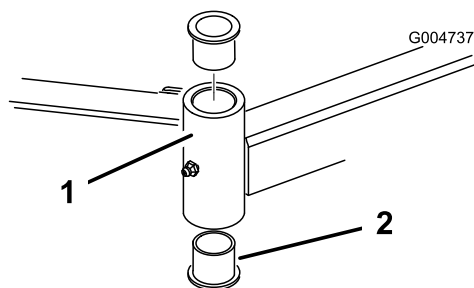

Figura 125
4. Inserte un botador fino en la parte superior o inferior del tubo de montaje y dé golpes hasta que salga el casquillo del tubo (Figura 125).